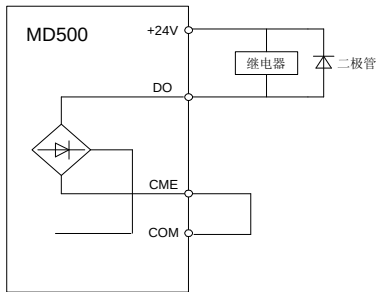

图 3-21 数字输出端子接线示意图
- ◆ 一定要正确安装吸收二极管的极性。如图 3-21。否则当数字输出端子有输出时，马上会将直流 24V 电源烧坏。